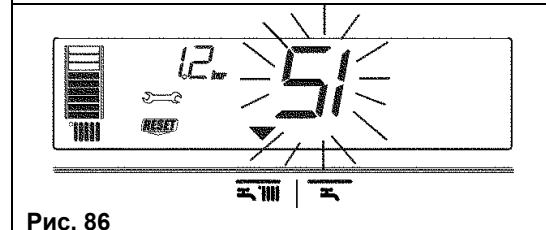

Рис. 86
3) Отображаются символы и (рис. 86)